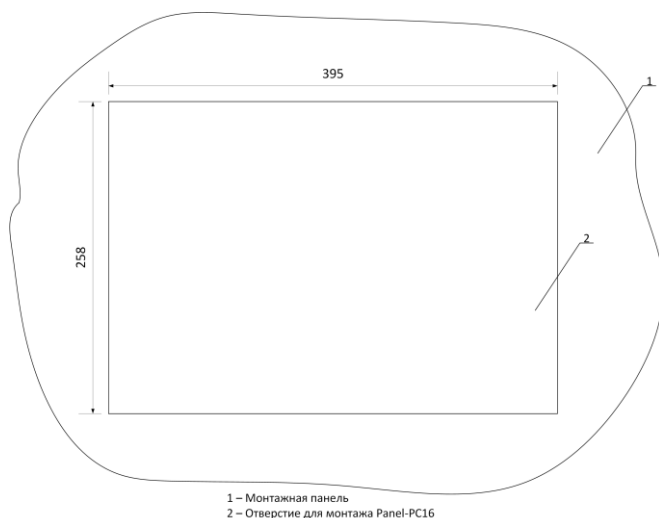
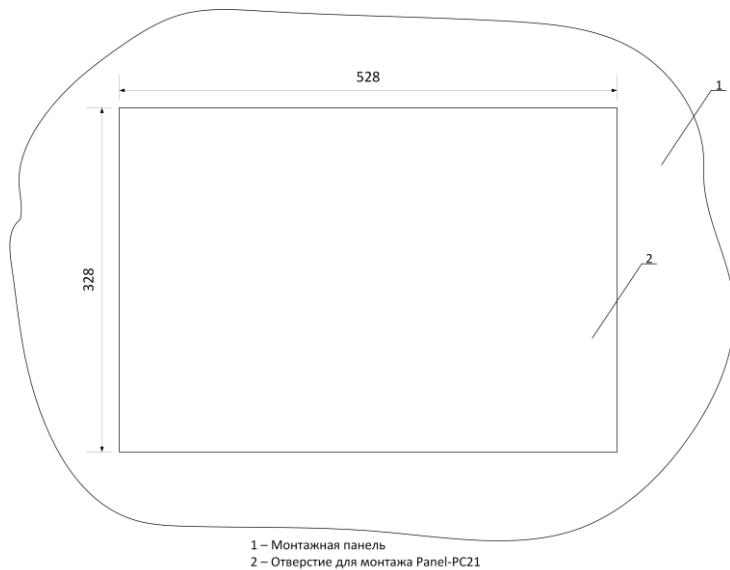

Рис. 3.1. Монтажное отверстие для Panel-PC16-Baikal
Рис. 3.5. Монтажное отверстие для Panel-PC21-Baikal
- установкой в прямоугольное отверстие путем врезания в переднюю панель шкафа. Для крепления промышленного ПК на монтажной панели, или двери шкафа, используются зажимы с винтами, которые входят в комплект поставки. Размеры отверстия в зависимости от диагонали приведены на рис. 3.1 – рис. 3.5;